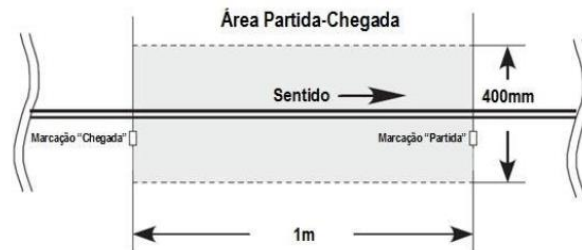

Figura 1
- C. A área a qual se estende entre o ponto de partida e o ponto de chegada, considerando 200mm a direita e 200mm a esquerda da linha é denominada “área de partida-chegada” ou “área de segurança” (vide figura 1).